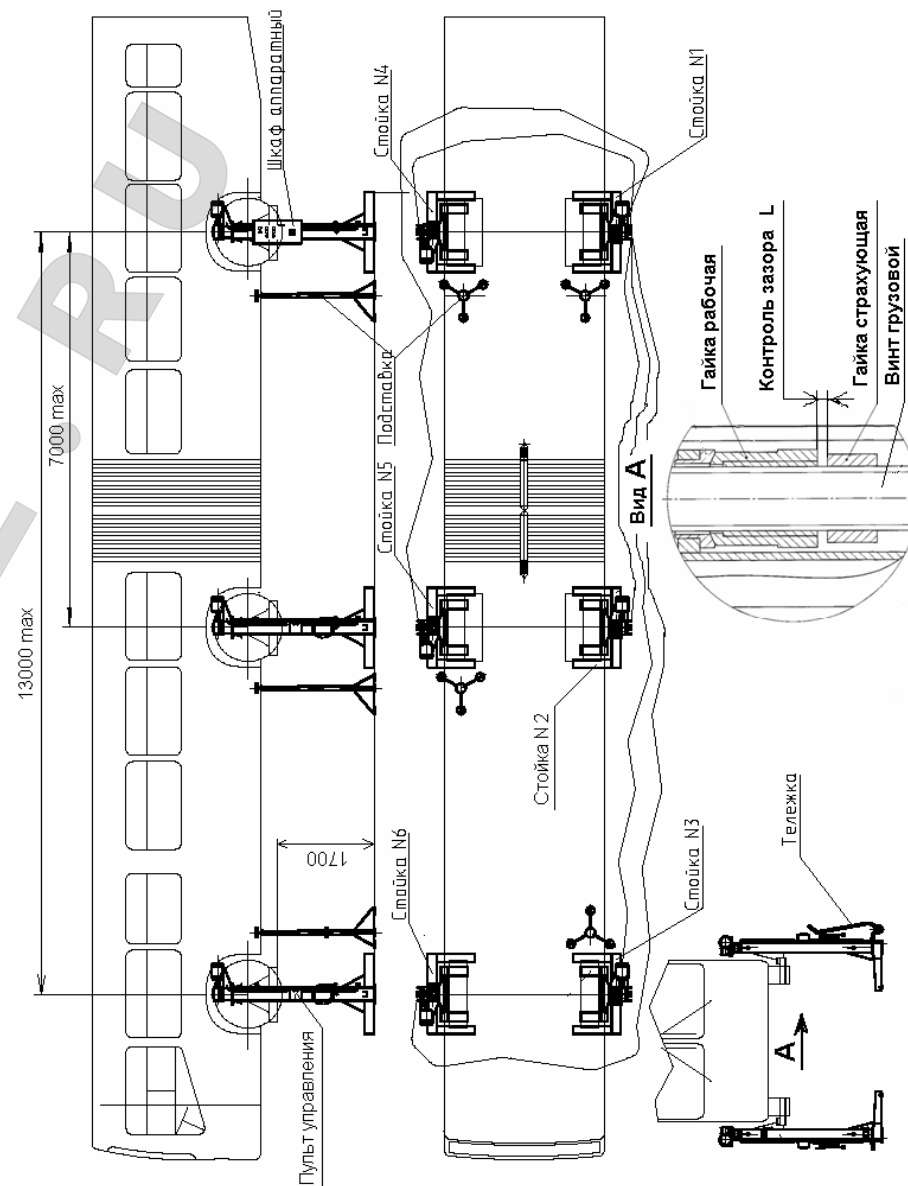

Рис. 1. Подъемник передвижной ПП-15
4.1. Подъемник состоит из шести стоек (см. Рис.1 и Рис.2), каждая из которых имеет электромеханический привод, каретку, грузовой винт, рабочую и страховую гайки, конечные выключатели верхнего и нижнего положения кареток. На первой стойке установлен шкаф аппаратный, имеющий корпус с панелью электрооборудования, автоматический выключатель, лампочку «Сеть», кнопки «Вверх» и «Вниз» для управления первой стойкой и кнопки «Вверх» и «Вниз» для управления всеми стойками одновременно.
5.23. При длительном ремонте и обслуживании на подъемнике под раму автомобиля или спец. места автобуса для страховки устанавливать подставки (см. Рис.1 и Рис. 2).